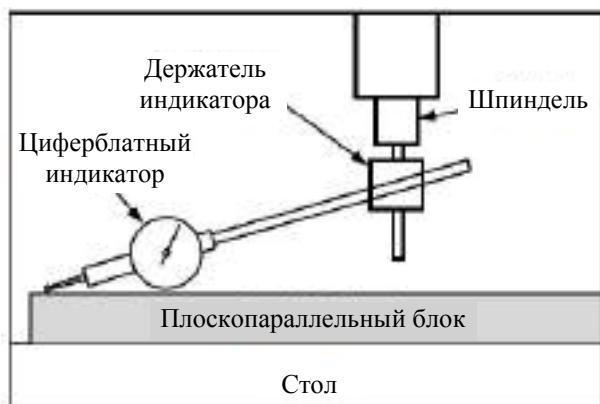

Рисунок 38. Установленный циферблатный индикатор.
4. Установите держатель индикатора в шпиндель или на пиноль, затем установите на него индикатор, чтобы точка была максимально параллельна плоскопараллельному блоку (см. Рисунок 38 для примера).